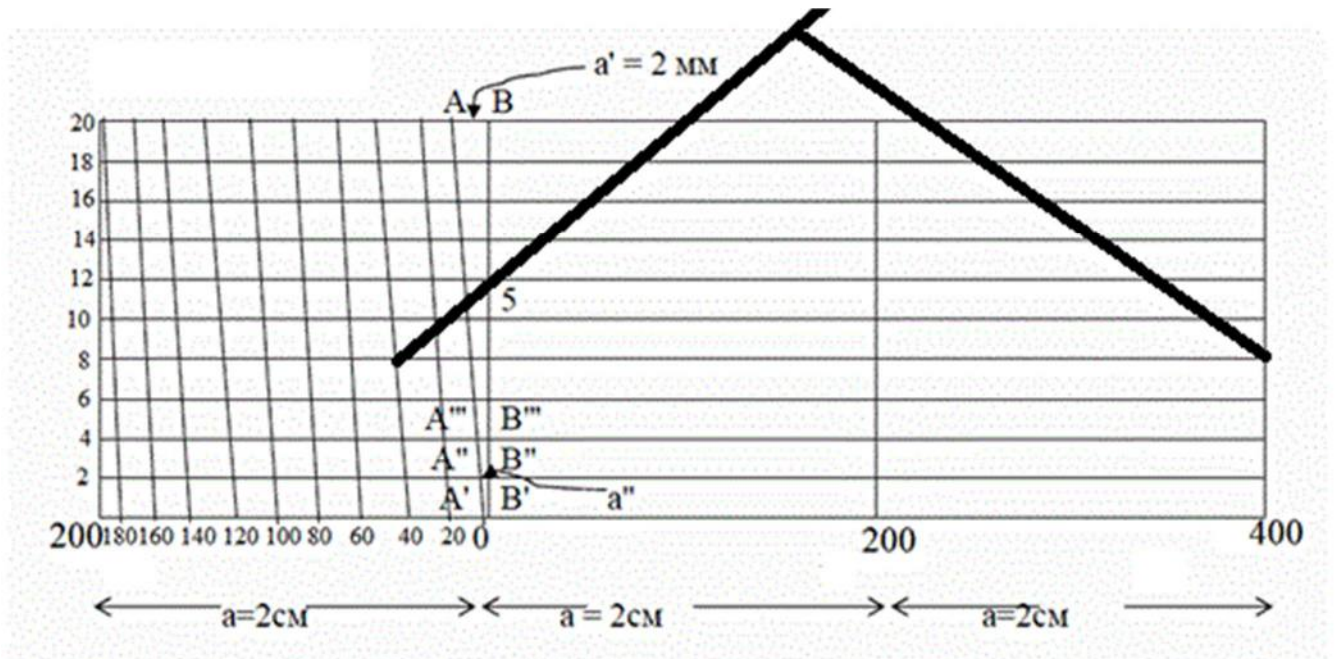

Рис.5. Оцифрованный поперечный масштаб для численного 1: 10000
Длина основания нормального поперечного масштаба (рис. 5) равна 2 см, что соответствует на местности 200 м в масштабе карты 1:10000. Десятая часть основания составит 20 м, а его сотая часть - 2 м. Поэтому оцифровка поперечного масштаба для численного масштаба карты 1:10000 будет следующая: 200-20-2.
10. Постройте на ксерокопии карты линию заданного уклона из точки А в точку В (рис. 5), $i = 0,025$ или $i = 0,045$ (в зависимости от величины заложения на карте).